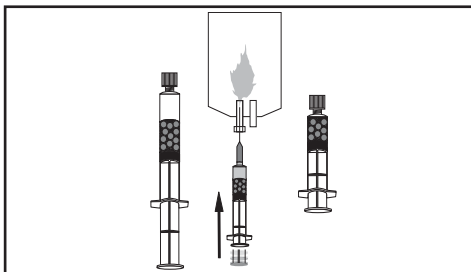

Figura 3.
- 4.2 Mientras mantiene la jeringa en posición vertical y tiene cuidado de no interrumpir el asentamiento de las microesferas, acople una aguja de filtro estéril a la jeringa. Con la aguja de filtro apuntando hacia arriba, expulse el sobrenadante (Figura 3). Asegúrese de que queda suficiente sobrenadante en el interior de la jeringa para cubrir las microesferas.